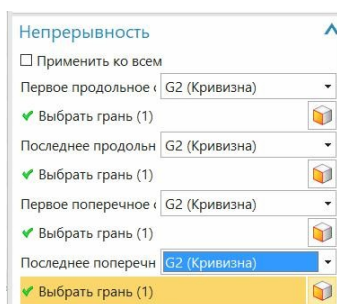

Рис.62
- А в поле «**Непрерывность**» указываем качество стыков на каждой границе (рис.62).